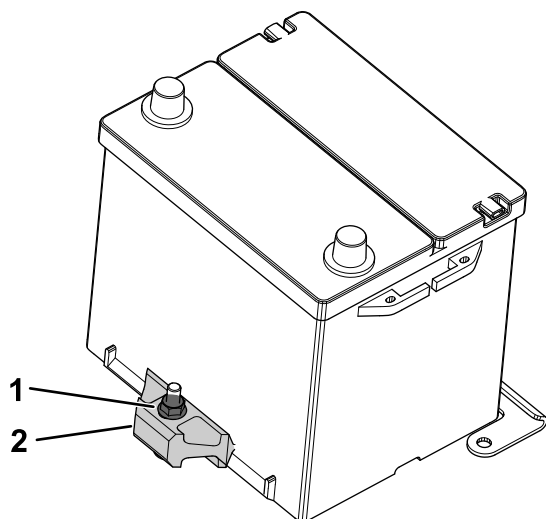

**Figure 107**
1. Débranchez les câbles de la batterie (Figure 107).
2. Rebranchez les câbles de la batterie (Figure 107).